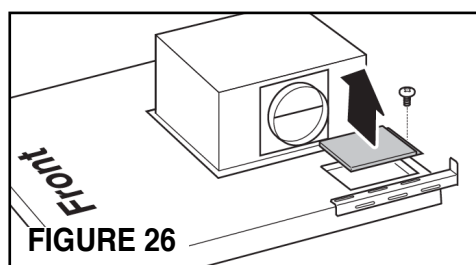

FIGURE 26
- Retirer le couvercle de la boîte à bornes (FIGURE 26)